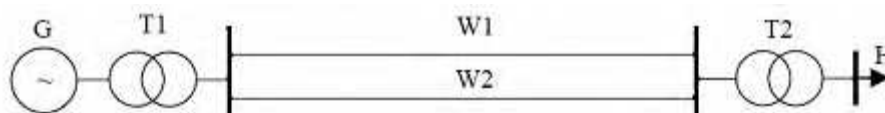

Рис. 1.1. Схема электрической сети
1. Составьте матрицу инцидентий M для схемы электрической сети представленной на рис. 1.1.